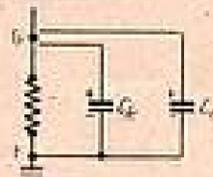

FIG. 4
Réalisons le montage de la figure 4 qui représente une modification obtenue en débranchant C_1 du point G (c'est-à-dire de la cathode du tube final) et en connectant à la masse, point F, le négatif du condensateur à essayer dont la capacité est généralement de 10 à 500 μF .
b) C_1 est inefficace. Cela se reconnaît au fait que si on le connecte au point G (figure 4) il ne se passe rien, le son n'est pas modifié. L'inefficacité d'un condensateur est due soit à une connexion intérieure dessoudée ou défective, soit à une usure causée par un fonctionnement prolongé ou dans de mauvaises conditions.